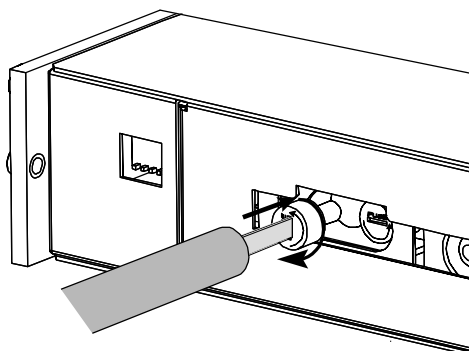
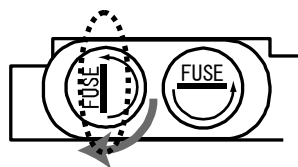

図7-4
図7-5
6. ヒューズホルダを取付ける際はマイナスドライバを使用し、ヒューズホルダのドライバ差込箇所(図7-5 点線部)が、本体と垂直(図7-4参照)方向になるようにし、奥に押し込みながら、右方向に90度回転させます。